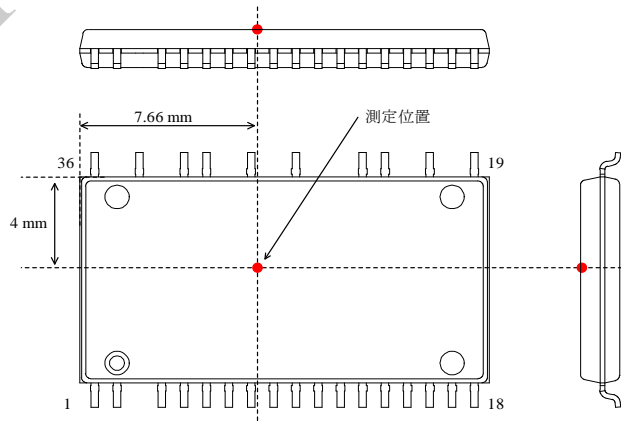

図 3-1 ケース温度測定位置
(1) ケース温度は図 3-1 で規定
(2) 基板実装時 (1.6 mm、銅箔 35  $\mu\text{m}$ 、CEM-3、モールドなし、自然空冷)